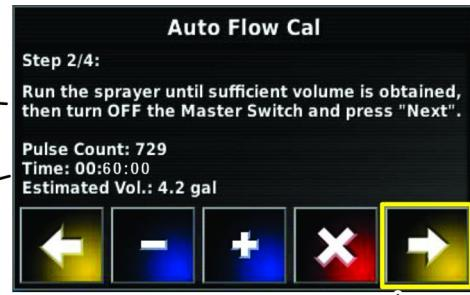

Figure 171
5. Sur la console de commande, à l'étape 2 sur 4 de l'assistant d'étalementage de débit automatique, lorsque le compteur de temps atteint 60 secondes (Figure 171), réglez la commande générale de la machine à la position ARRÊT.
7. À l'étape 2 sur 4 de l'assistant d'étalementage de débit automatique, appuyez sur l'icône Suivant (Figure 171).